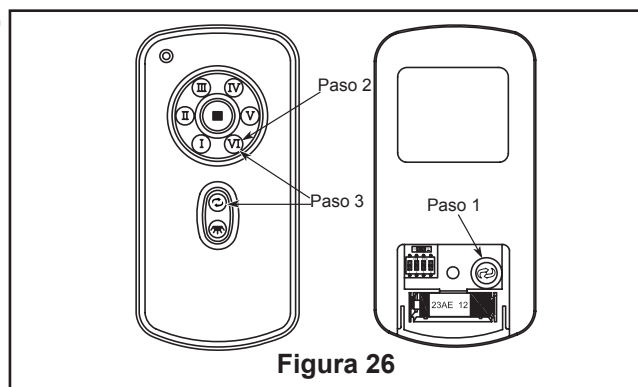

Figura 26
- ☐ 3. **Configuración del mando a distancia y proceso de configuración de la velocidad (RPM):** (Figura 26)